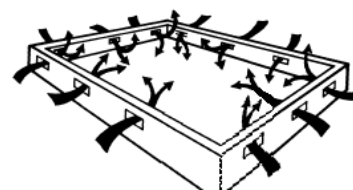

Figure 1
- Les vides sanitaires doivent mesurer au minimum 450 mm (18") entre la terre et la face inférieure des solives du plancher. Il est essentiel de poser un film de polyéthylène 6-8 millièmes de pouce faisant office de pare-vapeur. Ce film doit présenter des bords se chevauchant de 200 mm (8") et collés. Le vide sanitaire doit offrir une ventilation de périmètre égale à au minimum 1,5 % de la surface du vide sanitaire. Ces ouïes de ventilation doivent être correctement localisées pour favoriser la ventilation croisée (voir figure 1). Des réglementations locales peuvent avoir préséance.